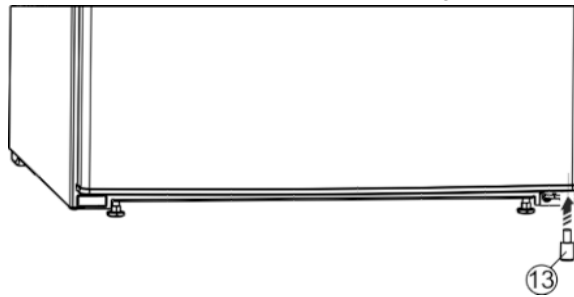

Fig. 8
► Ievietojiet spraisli Fig. 8 (13) atpakaļ labajā pusē apakšā durvīs, jo tas ir svarīgi ierīces stabilitātei.